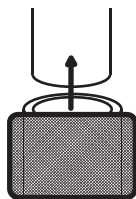

Рис. 7
- 2) Установите светоотражатель на подседельный штырь (рис. 7).